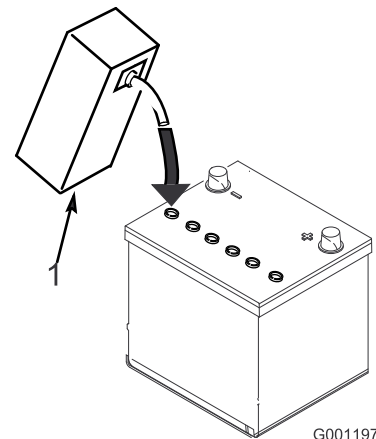

Figura 10
3. Riempite con cautela ciascun elemento di elettrolito finché le piastre non sono coperte con circa 6 mm di fluido (Figura 10).
4. Attendete circa 20 o 30 minuti perché le piastre assorbano l'elettrolito. All'occorrenza rabboccate finché l'elettrolito non è a 6 mm circa dalla base della tazza di riempimento (Figura 10).